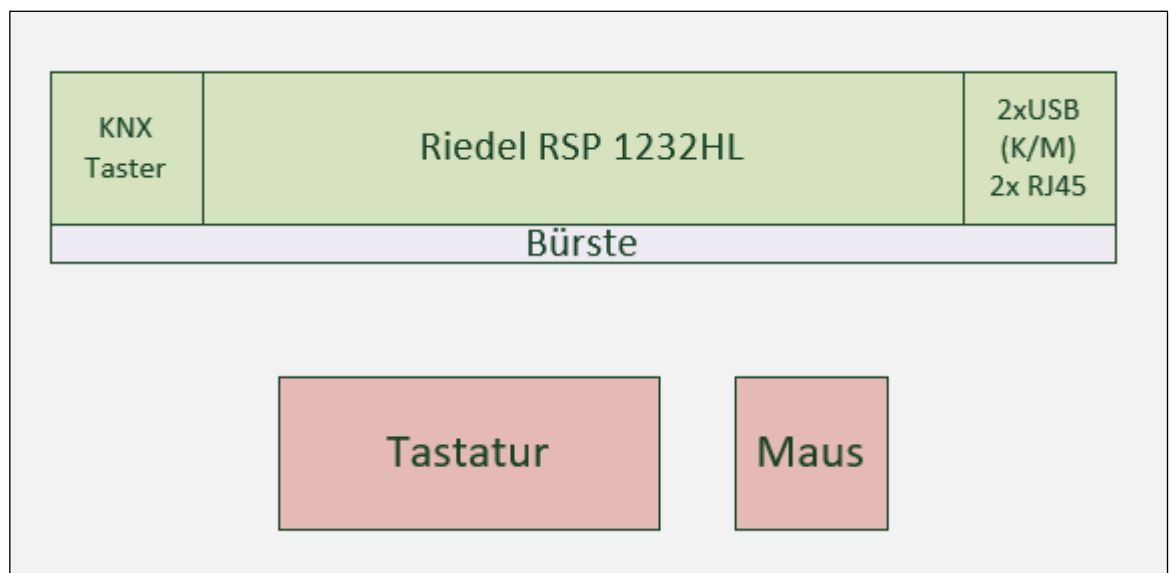

Abbildung 1: 19" Pultaufsatz Bedientisch AP 01 - AP 03 MOC
- ⇒ Der Pultaufsatz besteht aus einem 19" Einbau sowie rechts und links weitere Einbaumöglichkeiten, siehe u.a. „Abbildung 1“.
⇒ Der Pultaufsatz besteht aus einem 19" Einbau sowie rechts und links weitere Einbaumöglichkeiten, siehe u.a. „Abbildung 1“.